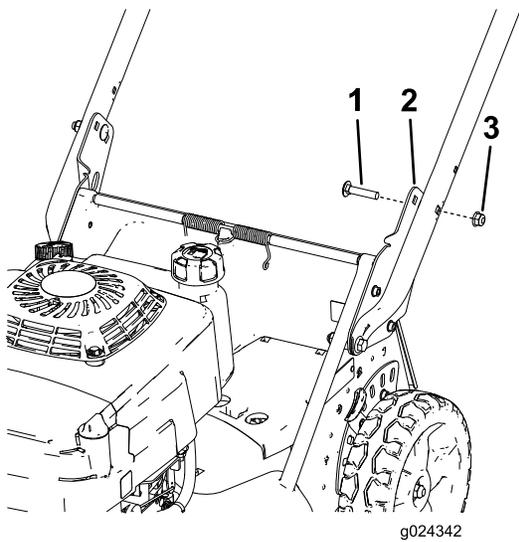

Figura 6
- Sujete el manillar a los soportes del manillar en la posición de altura deseada con 2 pernos de cuello cuadrado (5/16 x 1-1/2 pulgadas) y 2 tuercas con arandela prensada (5/16 pulgada), según se muestra en Figura 6.